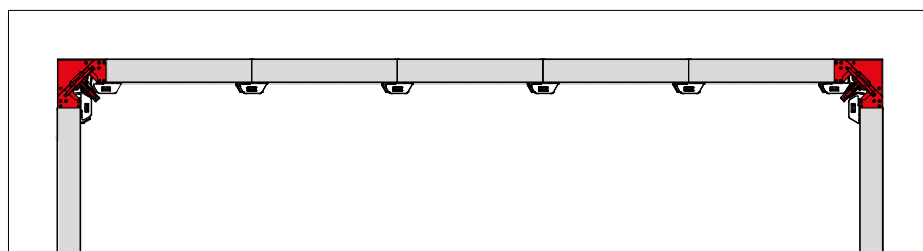

Fig. 41.1
1. Après le bétonnage, déposer les serrures de coffrage AS au niveau de l'angle intérieur décoffrant (Fig. 41.1).